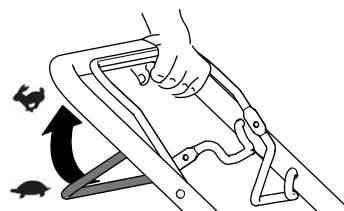

Figura 14
- **Para activar la autopropulsión:** Apriete la barra de autopropulsión contra el manillar y manténgala allí (Figura 14).